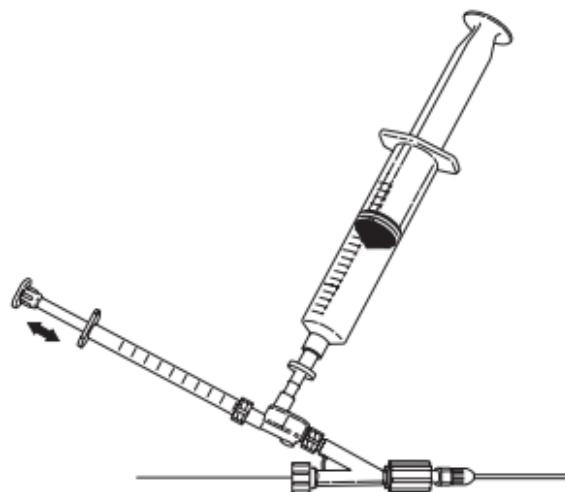

Fig. 8
- Para infundir a solução, coloque a dose pretendida na seringa de 1 mL e injete. Volte a encher a seringa de 1 mL e repita a técnica de perfusão conforme necessário. (**Fig. 8**)